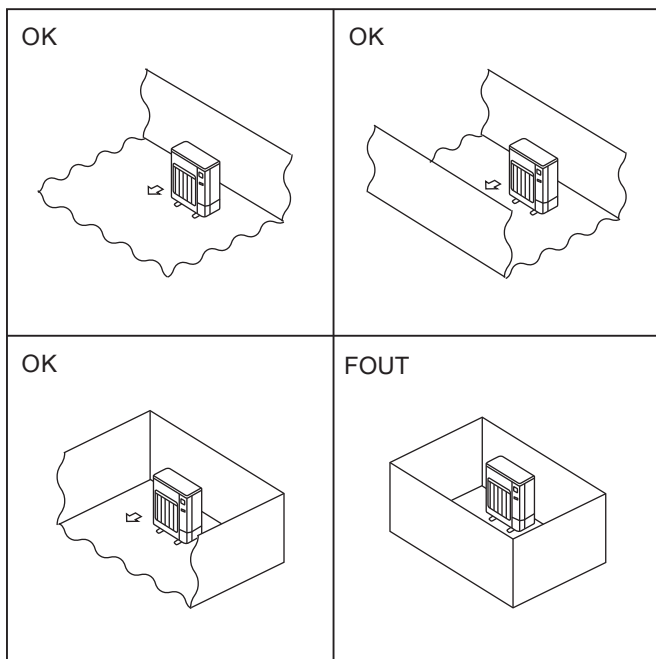

Fig. 2-2
- ⊙ Installeer buitenapparaten op een plaats met minimaal een van de vier zijden open en in een ruimte zonder verlagings die voldoende groot is. (Fig. 2-2)